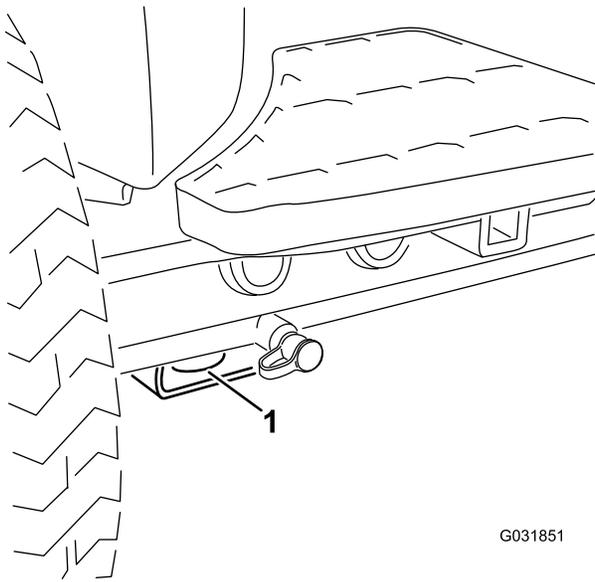
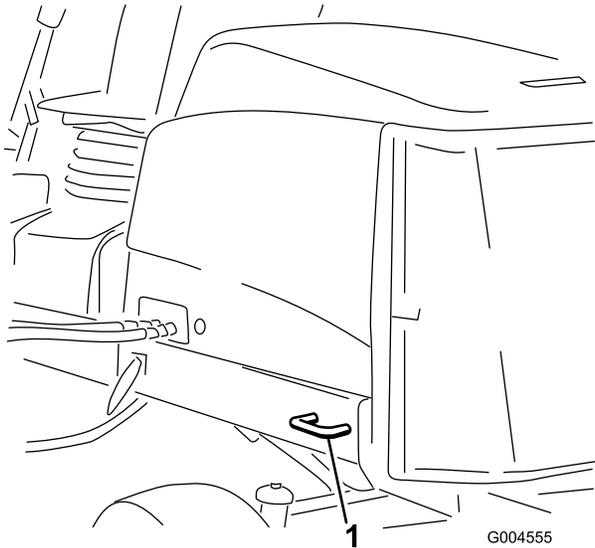

图39
图40
5. 使用机器上的金属栓系点，用箍带、链条、缆绳或绳索将机器牢牢固定在拖车或卡车上（图39和图40）。
- 前部——矩形垫片上的孔，位于每个前轮胎的轴管下（图39）。
- 后部——机器后部机架的两侧（图40）。